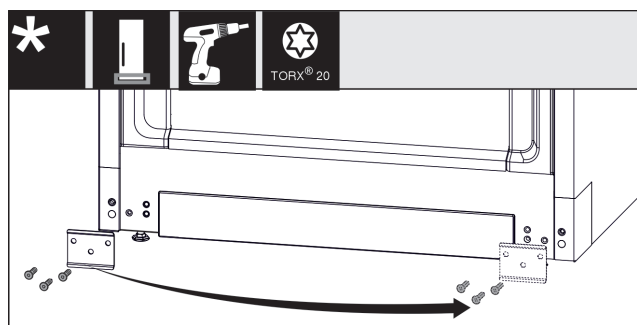

Fig. 10
- ▶ Odšroubujte plech, přesuňte jej na druhou stranu a přišroubujte jej zpět. Fig. 10 (1)
- ▶ Kryt opět nasadte na druhé straně. (1)